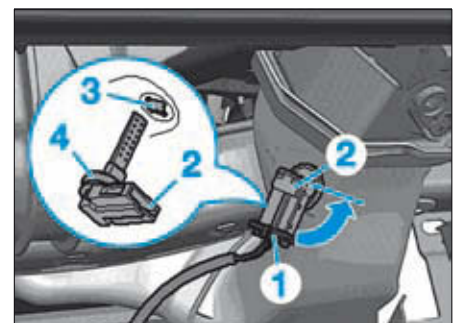

FIG. 50
- Débrancher le connecteur (1) de la sonde de température (2) (Fig.50).
- Tourner la sonde de température de diffuseur d'air avant droit (2) de 90° puis l'extraire du canal de guidage d'air droit (3).
- Vérifier que le joint (4) de la sonde soit en bon état et correctement installé (Fig.50).